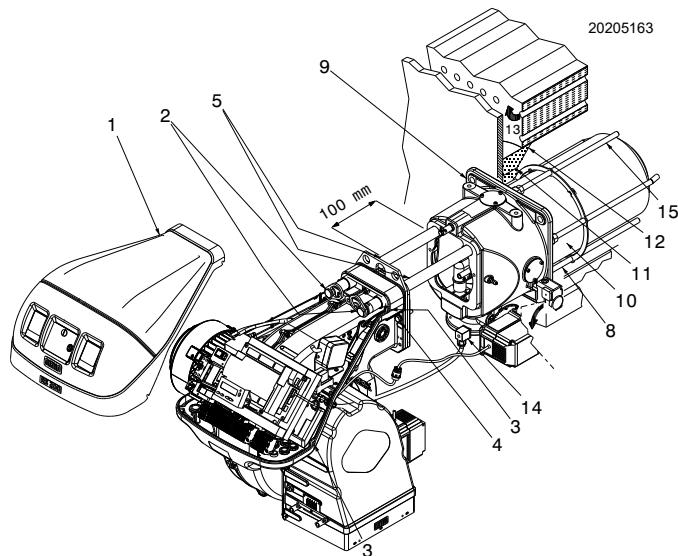

Fig. 17
Pour les chaudières avec circulation des fumées avant 13)(Fig. 17), réaliser une protection en matériau réfractaire 11), entre réfractaire chaudière 12) et buse 11).
Séparer la tête de combustion du reste du brûleur, comme indiqué dans la Fig. 17 ; procéder comme suit :
Lors de la fixation du brûleur à la chaudière, veiller en particulier aux tuyaux de gaz externes 15)(Fig. 17) pour éviter de les endommager.
- remonter le brûleur sur les glissières 3) à environ 100 mm du manchon 4) - brûleur dans la position illustrée sur la Fig. 17 à la page 22 ;